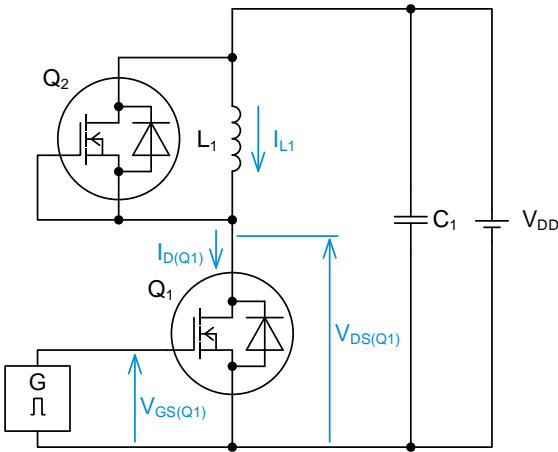

Figure 1. 더블 펄스 테스트 회로
파워 디바이스의 스위칭 파라미터를 측정하는 표준적인 방법으로, 더블 펄스 테스트가 있습니다. Figure 1 은 측정 회로입니다. 더블 펄스 테스트는 유도 부하와 전원으로 실시합니다. 대부분의 경우 스위칭 소자의 부하에는 인덕터가 사용되고 있으므로, 이와 동일한 조건을 만들기 위해 테스트 회로에서도 인덕터가 사용됩니다. 전원은 인덕터에 전압을 공급하기 위해 사용됩니다. 신호 발생기 (G)는 SiC MOSFET (Q1)의 게이트 구동을 위한 펄스를 출력하기 위해 사용됩니다. 벌크 콘덴서 (C1)은 일시적으로 급격한 대전류를 공급하기 위해 사용됩니다. 이는 전원의 응답성을 보완하기 위함입니다.
Figure 1 의 테스트 회로에 있어서, Low-side SiC MOSFET 에서 발생하는 손실에는 스위칭 손실과 도통 손실이 있습니다. 이상적인 스위칭 파형에서는, Figure 5 와 같이 $V_{DS(Q1)}$ 및 $I_{D(Q1)}$ 는 지연되지 않고 전압과 전류가 수직으로 변화합니다. 이 상태에서는 여분의 전압, 전류가 발생하지 않으므로 손실이 발생하지 않습니다. 실제로는 기생 저항 및 기생 용량으로 인해 지연이 발생하므로, 전압, 전류 파형은 Figure 6 과 같이 t_{on} , t_{off} 가 존재하는 파형으로 변화합니다. 이러한 파형 부분의 전압과 전류가 겹쳐진 부분이 스위칭 손실이 됩니다.